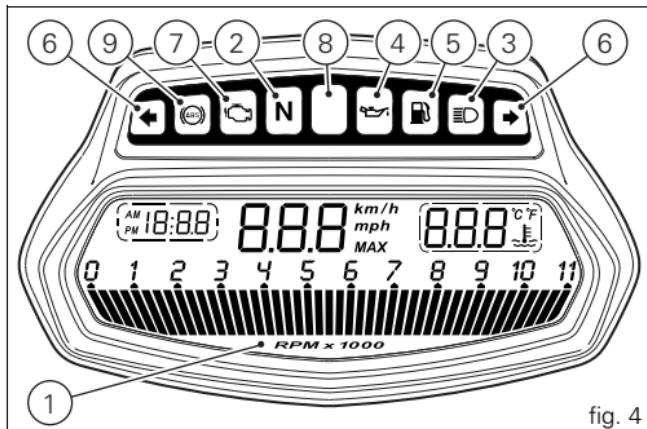

fig. 4
- 8) Testigo limitador "Over rev"/ testigo control de tracción "DTC" (ROJO) (fig. 4):
- 9) TESTIGOS ABS (AMARILLO ÁMBAR) (fig. 4). Se enciende para indicar que el ABS está desactivado o no funciona.
en caso de un "error" del sensor se visualiza la línea de puntos ("---") parpadeante y contemporáneamente se enciende el testigo "Diagnosis Motor/Vehículo - EOBD" (7, fig. 4).